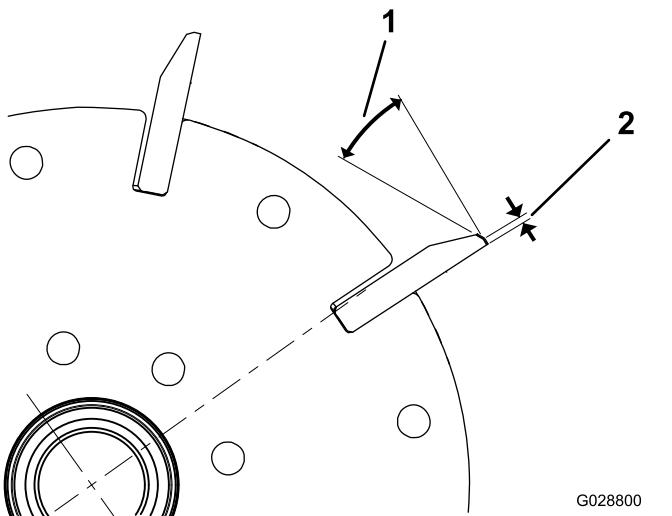

Figure 25
- Créez un angle de dépouille de 30° sur toutes les lames de cylindre jusqu'à obtention d'une facette de 1,3 mm de largeur (Figure 25).